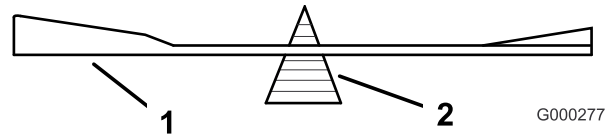

Figure 57
déséquilibrée, limez un peu l'extrémité de la partie relevée seulement (Figure 57). Répétez cette procédure jusqu'à ce que la lame soit équilibrée.
- Vérifiez l'équilibre de la lame en la plaçant sur un équilibreur (Figure 57).